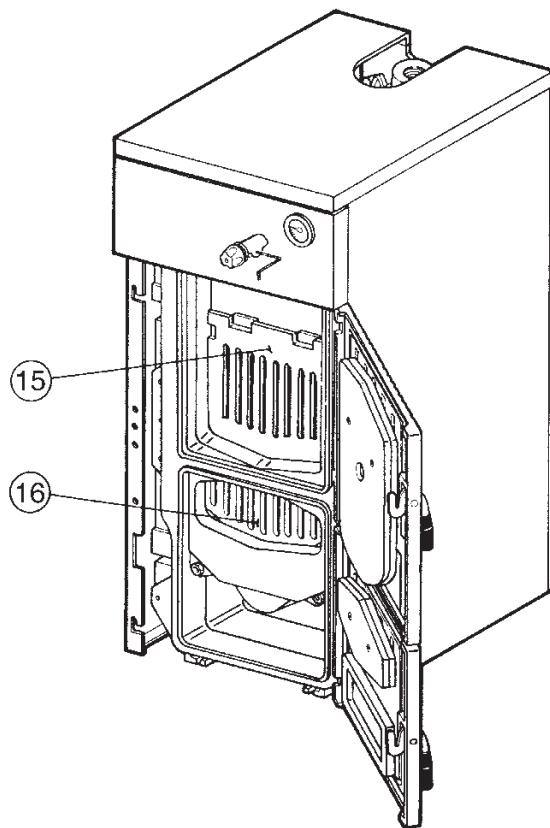

Рис. 3
- 6.01** Установить терmostатический регулятор тяги (h) на специальном соединении 3/4", расположенном в центре передней части котла (см. рис. 3).